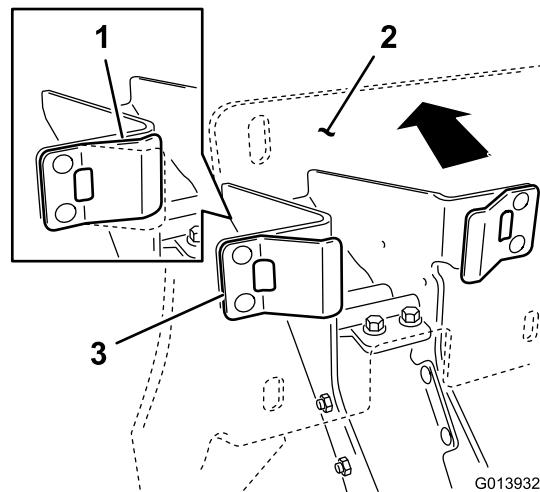

Figura 9
4. Asegurándose de que los topes de plástico están en contacto con las pestañas de los muelles, aplique suficiente presión contra la chapa trasera del soporte para comprimir las pestañas de resorte hasta el punto intermedio (Figura 9).